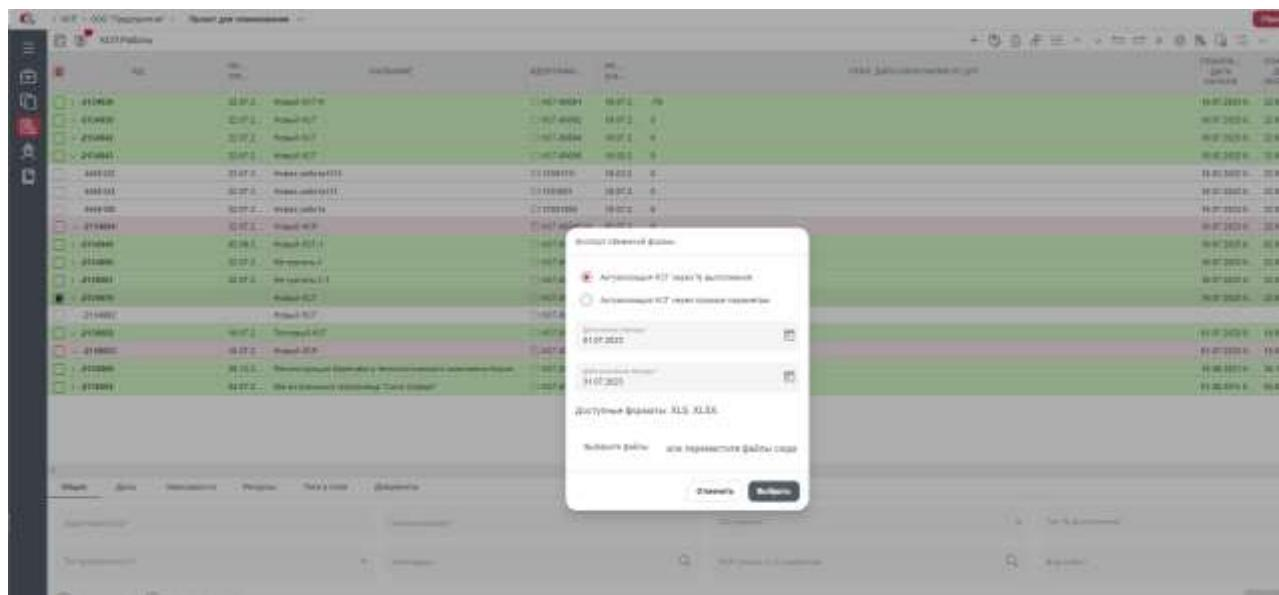

Рисунок 138 – Расчет расписания
7. После импорта выполнить расчет расписания (Рисунок 138) на новую отчетную дату\* (дата окончания импортируемого периода).